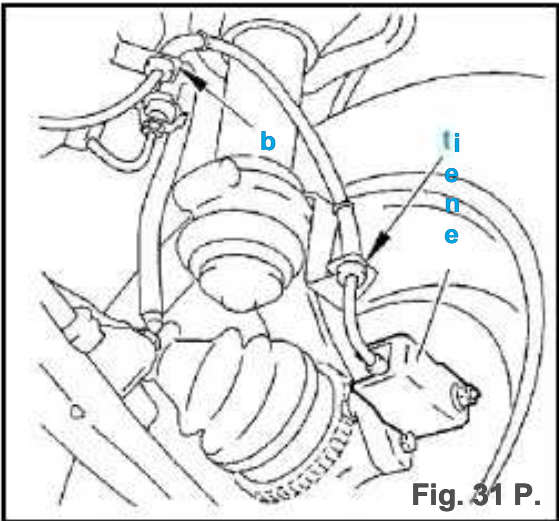

Fig. 31 P.
- Retire el protector (1) (Fig. 31 Br).